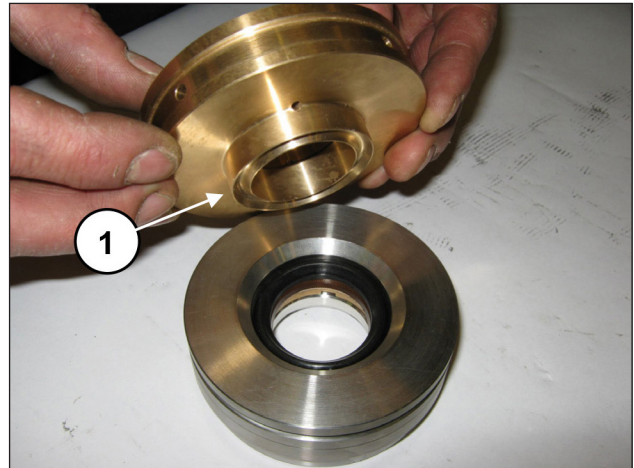

Abb. 185
Verbinden Sie den Dichtungshalter mit der Buchse (Pos. ①, Abb. 185).